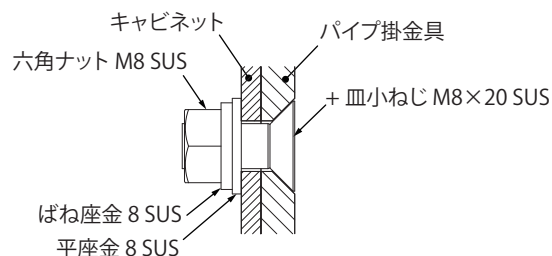

図3
3. パイプ掛金具に+皿小ねじ M8×20 SUS を挿し、キャビネットの内側から平座金 8 SUS、ばね座金 8 SUS、六角ナット M8 SUS の順で固定してください。(図3)
2. パイプ掛金具に+皿小ねじ M8×20 SUS を挿し、キャビネットの内側から平座金 8 SUS、ばね座金 8 SUS、六角ナット M8 SUS の順で固定してください。(図3)